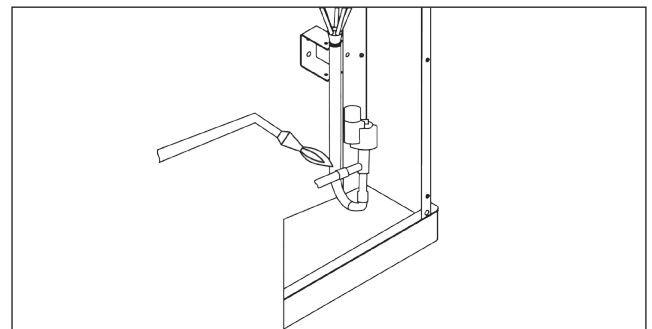

Рис. 11.9
8. Подсоедините жидкостную линию к ТРВ (Рис. 11.9). Во время пайки для исключения образования окалины необходимо удалить кислород из внутреннего контура трубопроводов. Перед пайкой рекомендуется заполнить трубопроводы нейтральным газом.